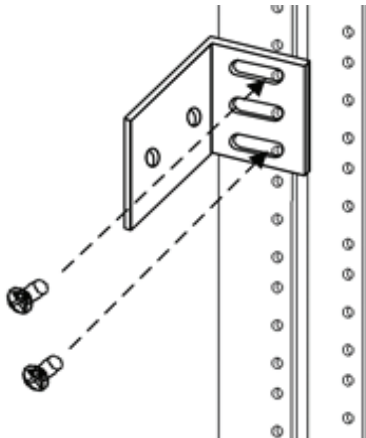

Figura 1
- 3) Usando los tornillos de montaje de bastidor # 12-24 (u otros tamaños apropiados), una (1) el soporte de montaje al riel del bastidor. (Figura 1)